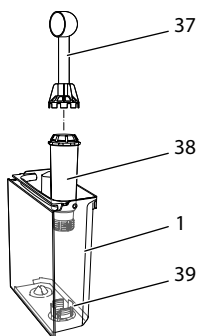

Fig. 18: Iskruning/udskruning af vandfilter
- Fjern vandfilteret (se Fig. 18).